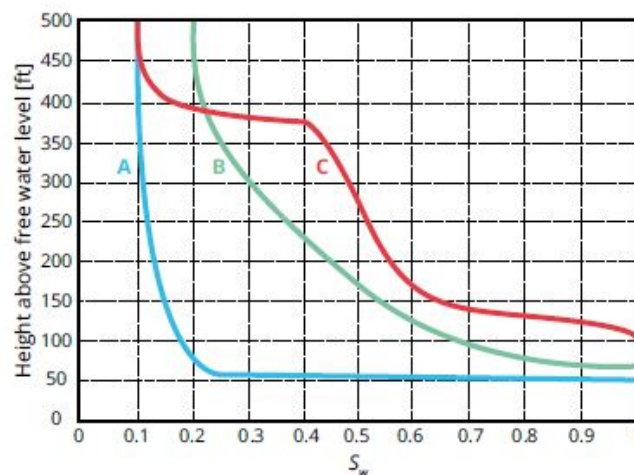

Figura 6.12: Altura acima do nível da água livre em função da saturação.
1. Um poço é perfurado numa estrutura, e três tipos de rochas foram identificados a partir de retirada de testemunho do poço (A, B, C) como ilustrado na figura 6.12. Pressões capilares foram derivados a partir do sistema de ar/mercúrio e convertido em altura acima do nível da água livre.